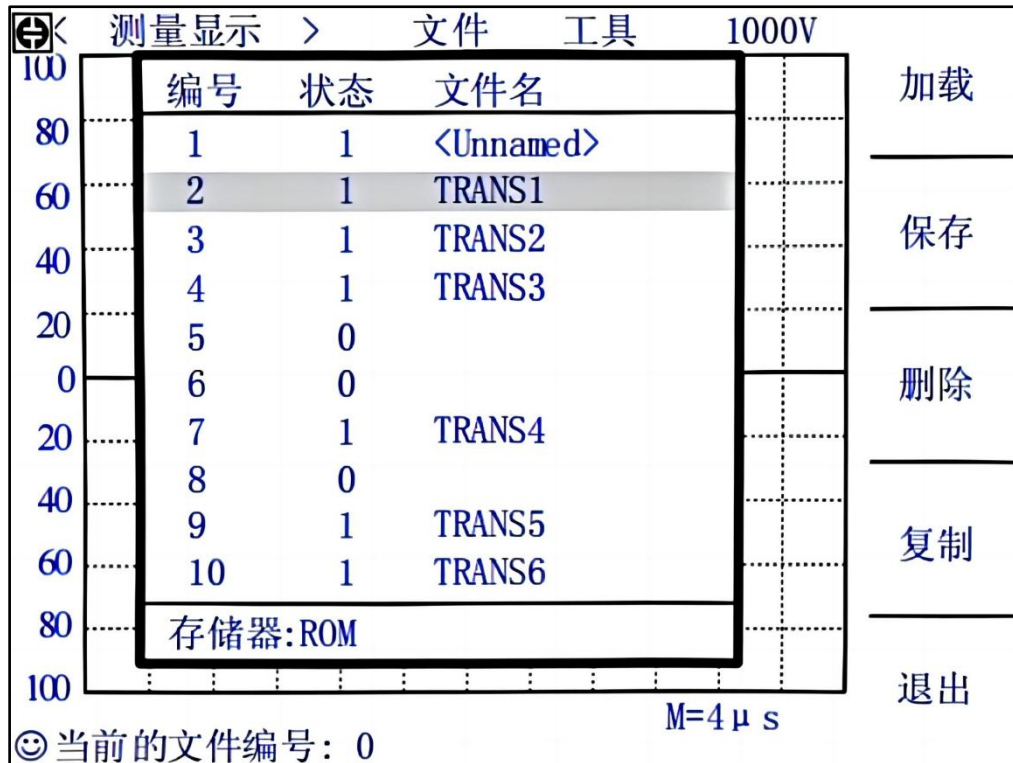

图 4-7 文件管理操作页面
移动反白条到文件区域，选择文件管理软键，进入文件管理功能。参考图 4-7，编号表示文件序号，1-60 是内部文件，61-560 是优盘存储的文件；状态表示该编号的文件是否存在，“1”表示文件存在，“0”表示不存在；文件名则是用户在保存文件时候的命名，如果用户在保存文件时没有输入文件名而直接按下
- **加载**用来加载一个已保存在内部非易失性存储器中或优盘中的文件，如图 4-7 所示，使用上下方向键选择文件，选中需要的文件，按下**加载**软键，再按**是**软键加载此文件，如果想退出加载文件，按**否**软键。